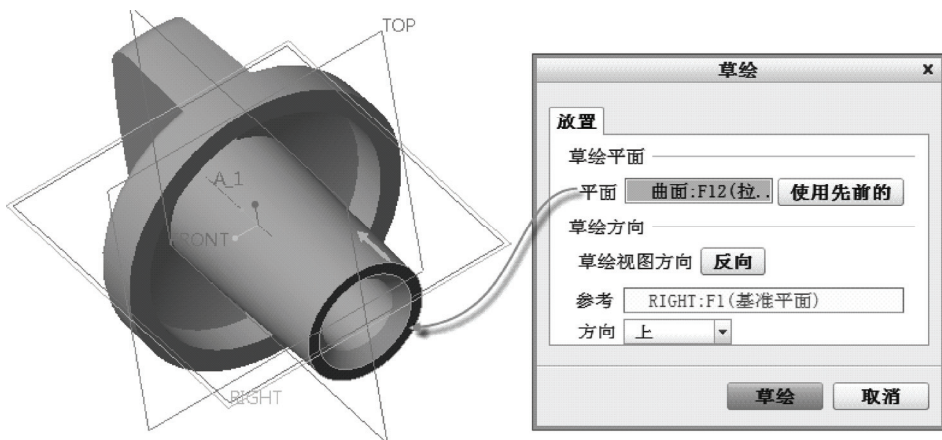

图 12-24 指定草绘平面
4) 选择图 12-24 所示的圆环面作为草绘平面, 以 RIGHT 基准平面为“上(顶)”方向参考, 单击“草绘”按钮, 进入草绘模式。